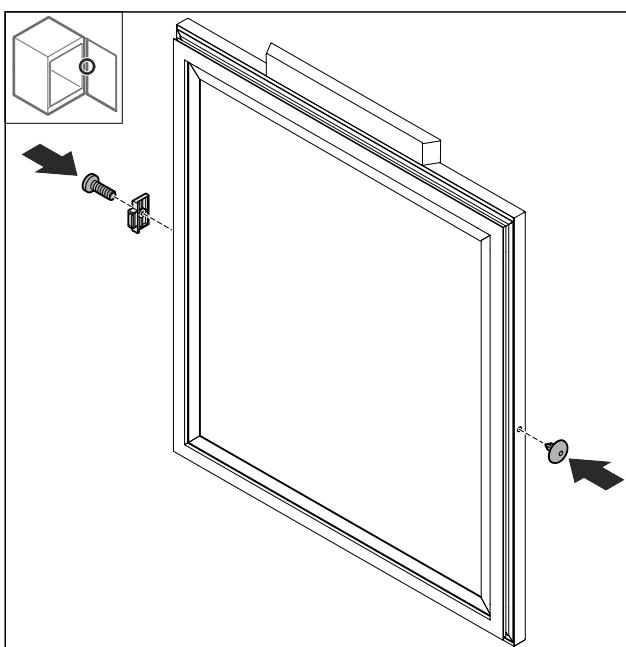

Fig. 70
- Montirajte zaustavljuvac vrata Fig. 70 (1) okrenut za 180° na suprotnu stranu.
- Umetnute poklopac Fig. 70 (2) na suprotnu stranu.